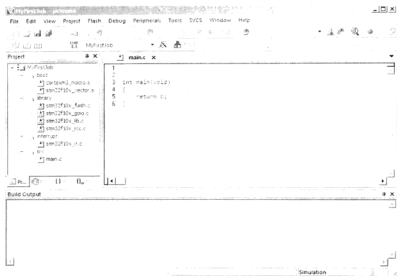

图 4.4.16 工程组文件添加完毕
g) 以上操作完毕之后, Keil MDK 应有如图 4.4.16 所示界面。